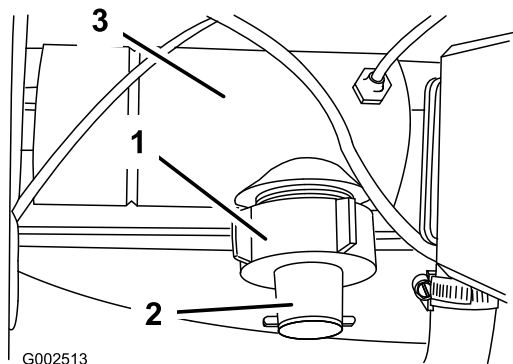

Figura 53
1. Togliete il coperchio dal corpo del flussometro (Figura 53).